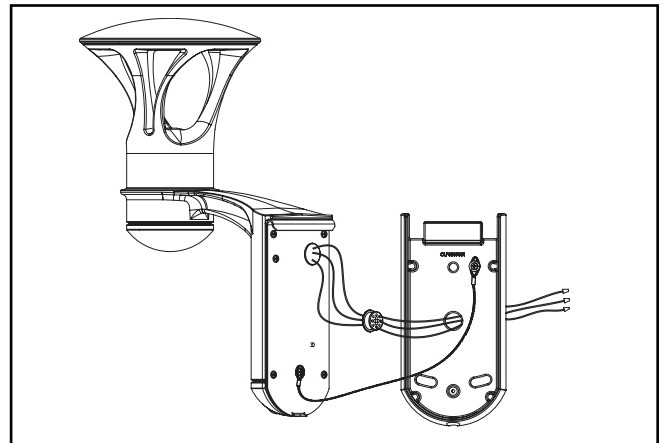

Figura 4
5. Realice las conexiones de cableado, consulte el diagrama para ver las conexiones de alimentación. Conecte los cables de alimentación a los conectores de la luminaria que correspondan. (Figura 4.)